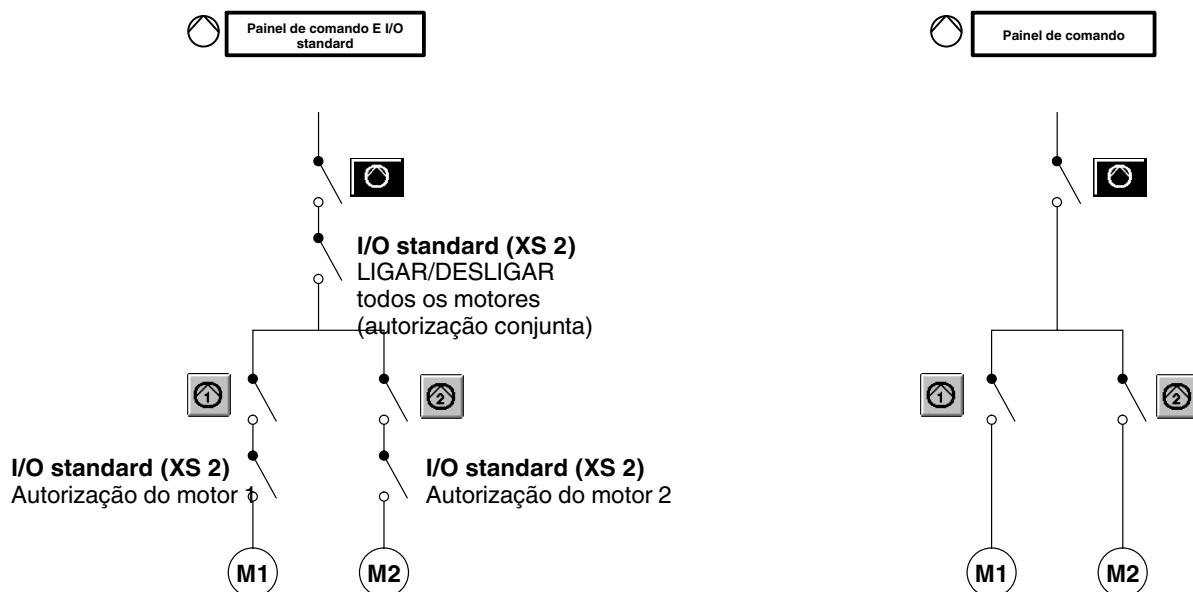

Fig. 4-11 Condições para *Motor funciona* com e sem interface *I/O standard*
8. Autorizar o(s) motor(es) (fig. 4-11).
9. Ligar o(s) motor(es) (fig. 4-11).